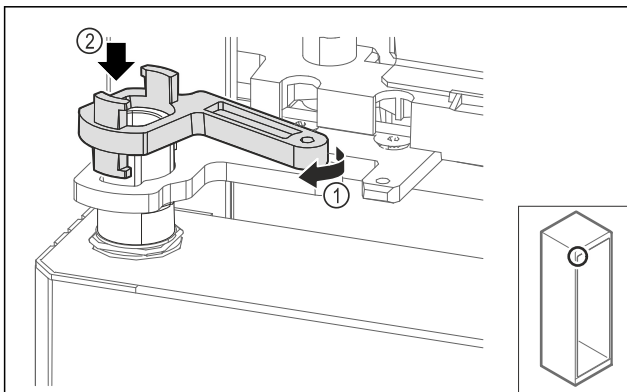

Fig. 62
- Ruotare leggermente il fissaggio del blocco di supporto Fig. 62 (1) e posizionarlo sul manicotto Fig. 62 (2).